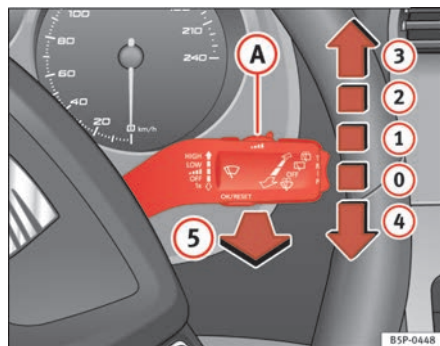

Fig. 85 Palanca del limpia-lavacristales
La palanca del limpiacristales ⇒ fig. 85 tiene las siguientes posiciones:
- Si se detiene el vehículo estando el limpiaparabrisas funcionando en la posición ⇒ página 130, fig. 85 2 o en la posición 3, automáticamente comenzará a funcionar en una posición inferior. Si el vehículo reinicia la